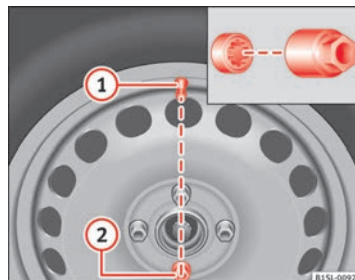

Fig. 137 Substituição de roda: Válvula do pneu (1) e localização do parafuso anti-roubo da roda (2).
Em rodas com tampão integral, o parafuso anti-roubo da roda deve estar enroscado na posição ⇒ Fig. 137 . Caso contrário não será possível montar o tampão integral.
- Inserir o adaptador até ao batente no parafuso anti-roubo ⇒ Fig. 137.